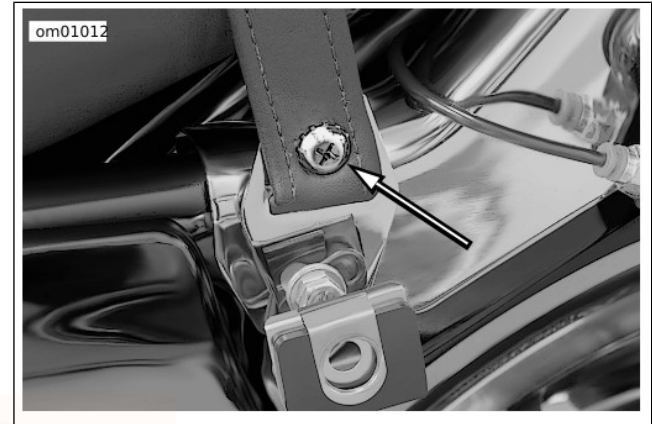

Abbildung 78. Schraube für die Sitzriemenhalterung (FL-HT/C/U)
1. Siehe Abbildung 78. Den linken Satteltaschendeckel öffnen und das Befestigungsteil aus der Sitzriemenhalterung entfernen.
5. Siehe Abbildung 78. Das Ende des Sitzriemens im Schlitz der Sitzriemenhalterung einbauen. Das Befestigungsteil für die Sitzriemenhalterung einbauen. Auf ein Drehmoment von 5,4–8,1 N·m (48–72 **in-lbs**) anziehen.
2. Siehe Abbildung 78. Den linken Satteltaschendeckel öffnen und das Befestigungsteil der Sitzriemenhalterung entfernen.
7. Siehe Abbildung 78. Das Ende des Sitzriemens im Schlitz der Sitzriemenhalterung einbauen. Das Befestigungsteil für die Sitzriemenhalterung einbauen. Auf ein Drehmoment von 5,4–8,1 N·m (48–72 **in-lbs**) anziehen.